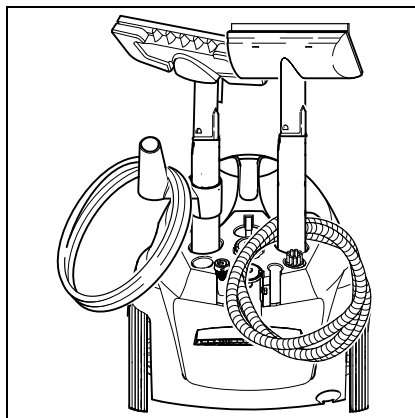

Fig. 3
- Sæt forlængerrøret på den store tilbehørsbeholder (se fig. 3)